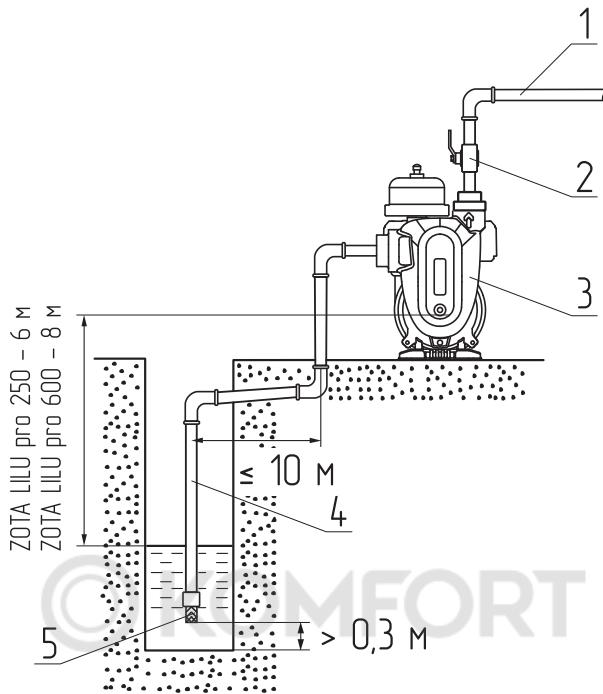
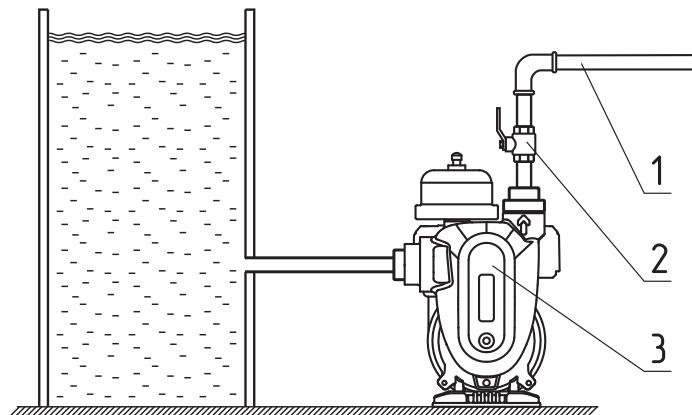

Рис.7 Подача воды из колодца
Рис.8 Подача воды из емкости
- Насосную станцию следует устанавливать непосредственно около источника водозабора (см. **Рис.7**, **Рис.8**). При монтаже старайтесь минимизировать количество резких сужений, расширений и поворотов всасывающей магистрали.
- В качестве всасывающей магистрали (**Рис.7, поз.4**) рекомендуется использовать жесткие металлические или пластиковые трубы, а так же несминаемые гибкие армированные шланги. Диаметр шланга или трубы должен точно соответствовать диаметру входного отверстия насоса;
- Для облегчения заполнения насосной станции и всасывающей магистрали водой перед пуском и предотвращения ее вытекания из системы при отключении насосной станции, необходимо установить на конце всасывающей трубы обратный клапан 1" с сетчатым фильтром (**Рис.7, поз.5**);
- Для насосной станции рекомендуется в напорной магистрали (**Рис.7, Рис.8, поз.1**) на выходном патрубке установить вентиль (**Рис.7, Рис.8, поз.2**). Он пригодится при регулировке реле давления, позволяя не отходя от насоса перекрывать и открывать напорную магистраль. Кроме того, при демонтаже насоса этот кран будет препятствовать вытеканию воды из напорной магистрали.